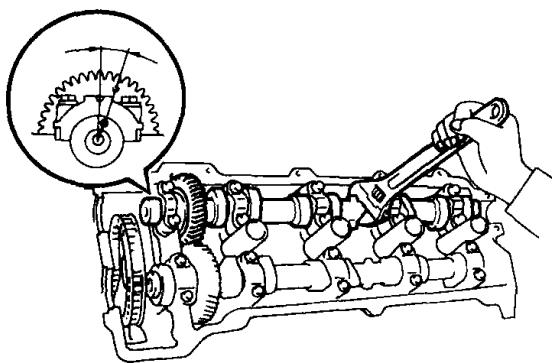

图1-1-1 转动排气凸轮轴至规定角度
①由于凸轮轴推力间隙很小，在拆卸凸轮轴时必须保持水平。如果在拆卸时没有保持水平，汽缸盖部分受到轴推力可能会破裂或损坏。
②见图1-1-1，设定排气凸轮轴的锁销孔在上止点前5°~30°的角度。